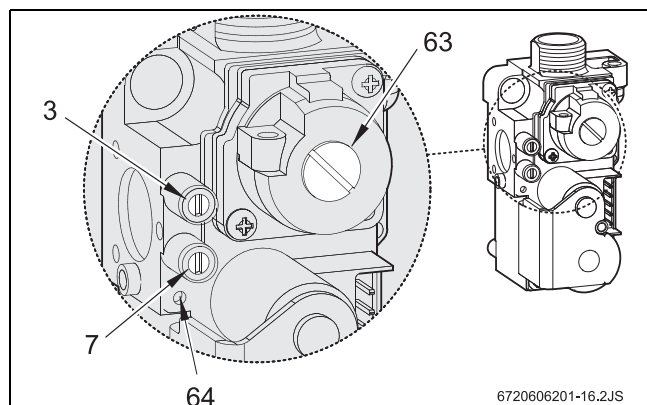

Fig. 25 Bloc de gaz
- Enlever le bouchon plombé de la vis de réglage gaz (63) (voir Fig. 25).
- Pour le gaz naturel: régler sur la consommation maximale au niveau de la vis de réglage du gaz (63) (Tab. 10).